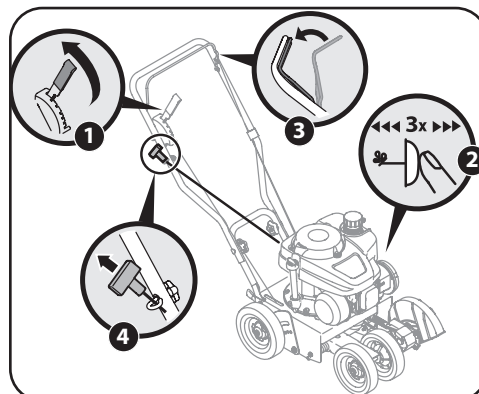

Figure 3-2
2. Pressez trois fois sur l'amorceur. Voir Figure 3-2. N'amorcez pas pour démarrer à nouveau le moteur.
4. Tenez la poignée du lanceur à rappel avec votre main droite et tirez lentement la corde jusqu'à ce que vous sentiez une résistance. Puis, tirez-la rapidement et complètement. Voir Figure 3-2. Tenez fermement la poignée du lanceur et laissez la corde s'enrouler rapidement. Répétez ces étapes jusqu'à ce que le moteur démarre. Laissez la corde s'enrouler lentement à chaque fois.